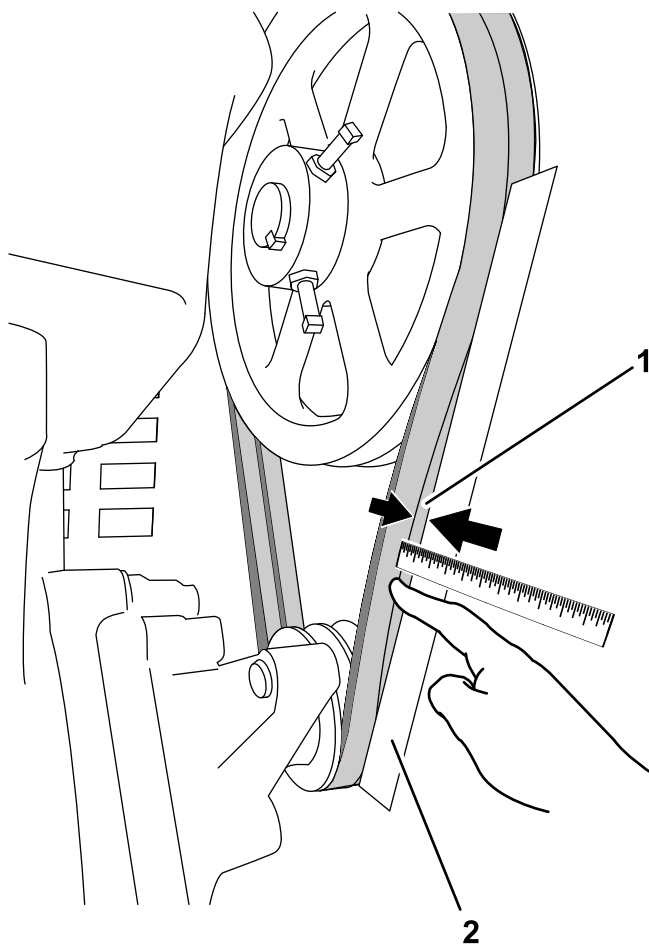

Figure 54
Les courroies d'entraînement doivent chacune présenter une flèche de 1 cm (13/32 po) lorsque vous exercez une pression de 6,8 kg (15 lb) au centre du brin (Figure 54).
5. Placez une règle droite le long d'une courroie d'entraînement, entre les deux poulies (Figure 54).
6. Avec le doigt, exercez une pression de 6,8 kg (15 lb) sur la courroie d'entraînement à mi-chemin entre les poulies (Figure 54).
7. Mesurez la distance entre la courroie et la règle. La distance obtenue doit être d'environ 1 cm (13/32 po), comme montré à la Figure 54.